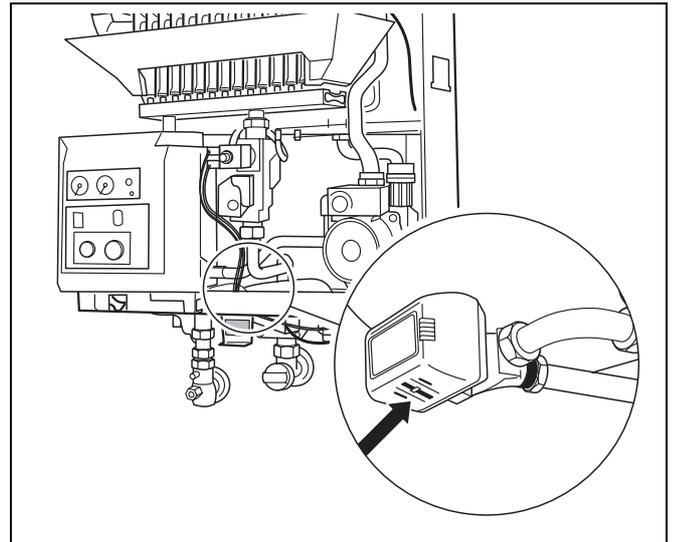

Fig. 16 Valvola a 3-vie
- Portare la valvola a 3-vie (fig. 16) in posizione media. Allo scopo spingere verso destra la leva della valvola premendola con un cacciavite o simile.